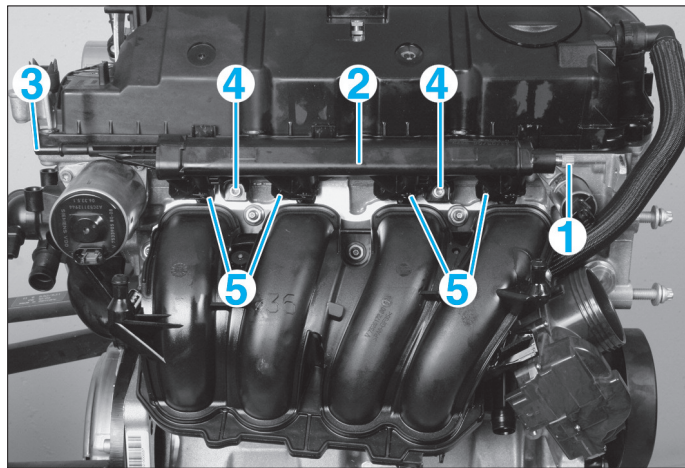

FIG. 53
- Faire chuter la pression dans le circuit de carburant à l'aide de l'outil [1] sur la valve (1) de rampe d'injection (2) (Fig.53).
- Débrancher le tuyau d'alimentation de la rampe en (3).
- Déposer les vis de fixation (4) de la rampe.
- Débrancher les connecteurs des injecteurs (5).
- Déposer la rampe d'injection (3) avec les injecteurs.